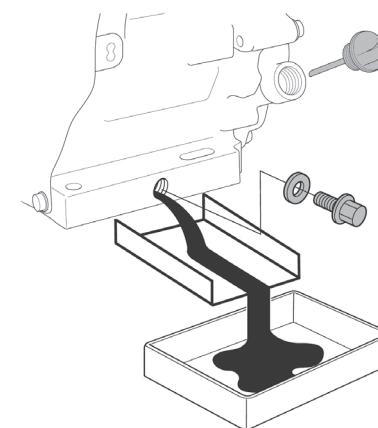

Рис. 15 Замена масла в двигателе
(1) Техническое обслуживание должно осуществляться более часто, при работе в пыльных условиях.
(2) Данный вид работ необходимо выполнять в авторизованном сервисном центре.
- Очистите от загрязнений крышку-щуп и зону вокруг маслосливной горловины. Извлеките крышку-щуп из маслосливной горловины (Рис. 15) и протрите щуп чистой ветошью.
- Открутите пробку для слива масла и слейте отработанное масло через жёлоб в подготовленную для этого емкость (Рис. 15).